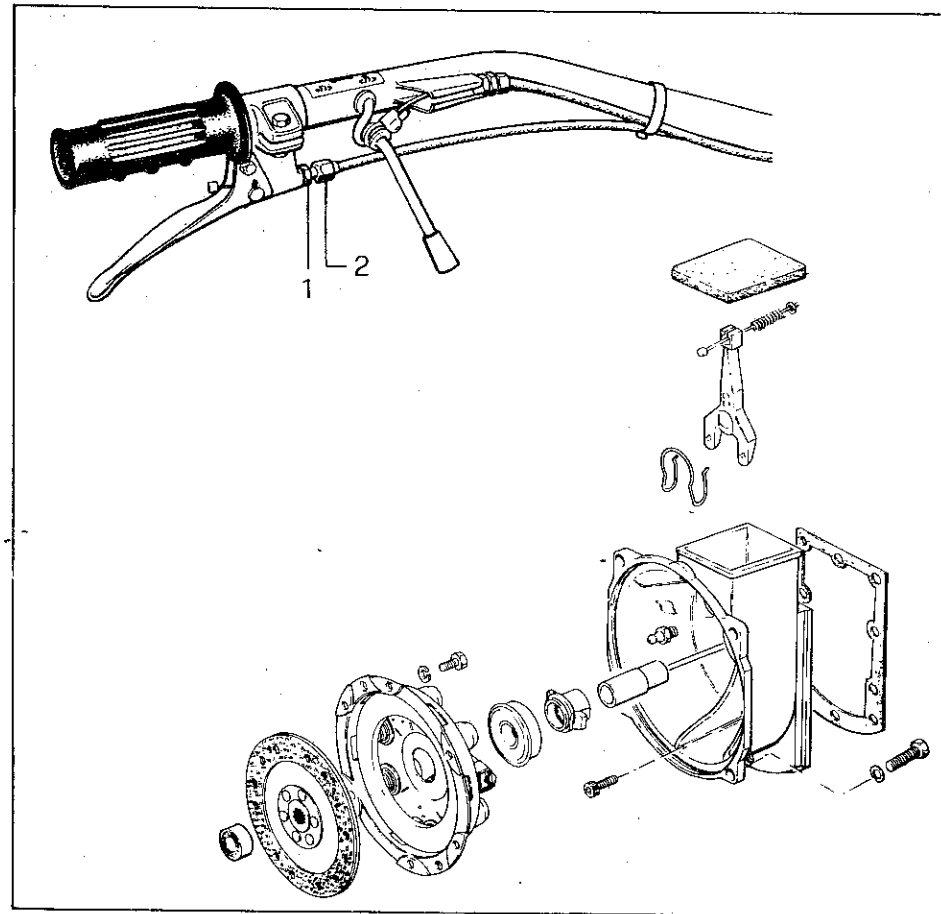

Fig. 16 - Bild 16
2. Se la corsa a vuoto della leva è insufficiente (slittamento della frizione) o eccessiva (disinnesto incompleto), regolare il cavo di comando (vedere la fig. 16). Agire sul registro di regolazione (2) dopo aver allentato il controdado (1), in modo che la corsa a vuoto della leva sia di 10 mm circa.
2. If the idle travel is insufficient (clutch slip-page) or excessive (disengagement is not complete) adjust the relevant control cable (see fig. 16), unloosing jam nut (1) and operating on set nut (2) until a 10 mm idle travel is achieved.
2. Si la course à vide du levier s'avère insuffisante (l'embrayage patine) ou excessive (débrayage incomplet) régler le câble de commande (voir fig. 16). Agir sur l'écrou de réglage (2) après avoir relâché le contre-écrou (1), de sorte que la course à vide soit d'environ 10 mm.
2. Sollte der freie Hebelweg ungenügend (Rutschung der Kupplung) oder übermässig (unvollständige Ausschaltung) ausfallen, das Steuerdrahtseil (siehe Bild 16) durch Wirkung auf die Einstellmutter (2) nach Lösen der Gegenmutter (1) so einstellen, dass der freie Hebelweg ca. 10 mm beträgt.